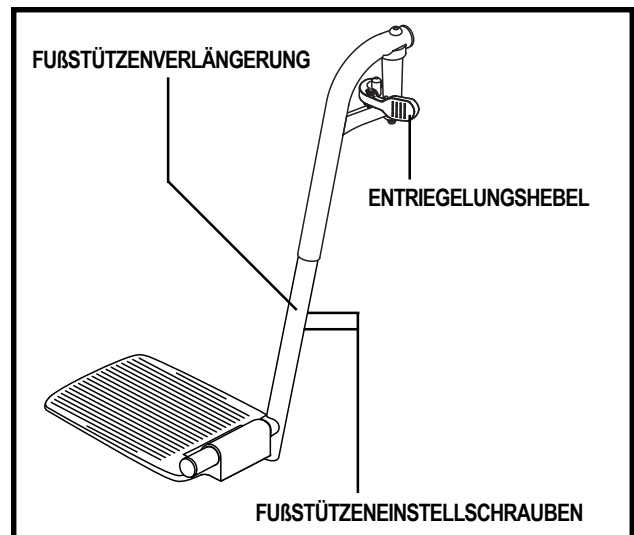

Abb. 17. Schwenkbare Fußstützen
1. Eindrücken des Entriegelungshebels. Siehe Abb. 17.
1. Entfernen Sie die zwei Schrauben auf der Seite der Fußstützenverlängerung. Siehe Abb. 17.